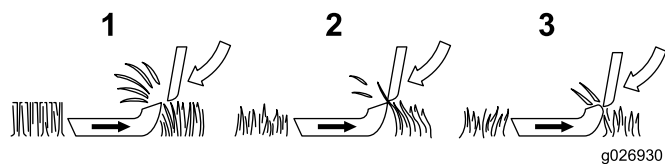

Figure 9
1. **Contact contre-lame/cylindre** (Figure 9) – Un léger contact doit exister entre la contre-lame et le cylindre pour maintenir les tranchants affûtés et produire une excellente qualité de coupe. En effet, en l'absence de léger contact, des particules abrasives et de l'herbe passeront entre la contre-lame et le cylindre pendant l'utilisation. Cette action érosive a pour effet d'émousser les tranchants de la contre-lame et du cylindre, ce qui réduit la qualité de coupe. Si les tranchants s'émoussent, il est nécessaire de roder la contre-lame et le cylindre. Des tranchants trop émoussés peuvent nécessiter de meuler et roder la contre-lame et le cylindre. Ne compensez jamais des tranchants émoussés en serrant le bouton de réglage de la contre-lame pour intensifier le contact entre la contre-lame et le cylindre, car ces derniers s'useront alors de manière irrégulière et seront rayés.